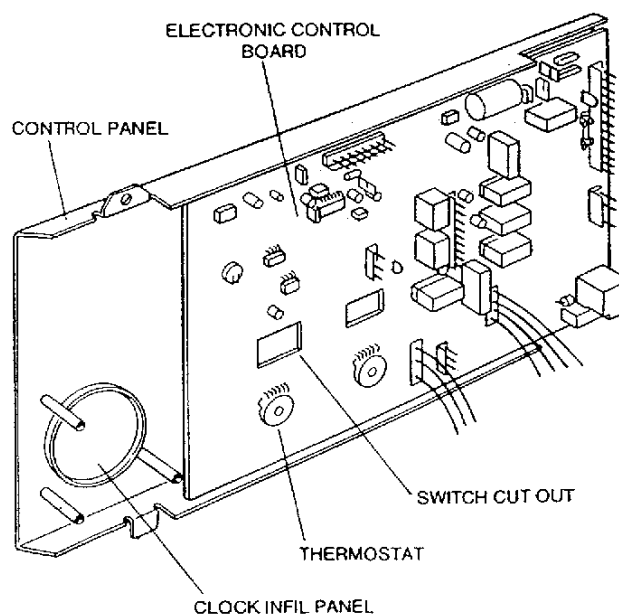

Fig. 28
13. ELECTRONIC CONTROL (See Fig. 28)